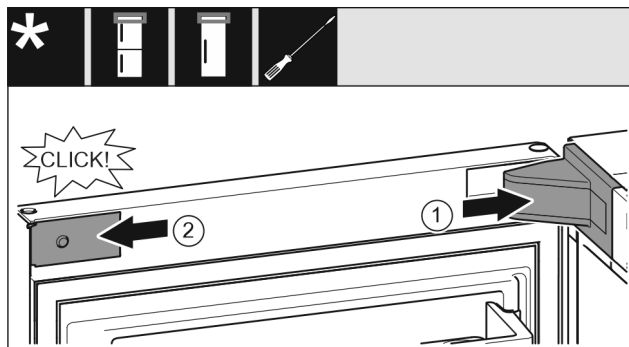

Fig. 22
- ▶ Nasadte a zaklapněte kryt stojanu ložiska, příp. opatrně odtlačte od sebe. Fig. 22 (1)
- ▶ Z boku nasadte záslepku a zaklapněte. Fig. 22 (2)